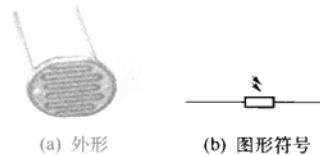

图 1.8 光敏电阻的外形及图形符号
① 光照特性。随着光照强度的增大，光敏电阻的阻值急剧下降，然后逐渐趋于饱和（阻值接近 0Ω ）。
② 伏安特性。光敏电阻两端所加的电压越高，光电流也越大，且无饱和现象。
③ 温度特性。随着温度的增大，有些光敏电阻的阻值增大，有些则减小。根据光敏电阻的上述特性，它多用于与光度有关的自动控制电路。其外形及图形符号如图 1.8 所示。